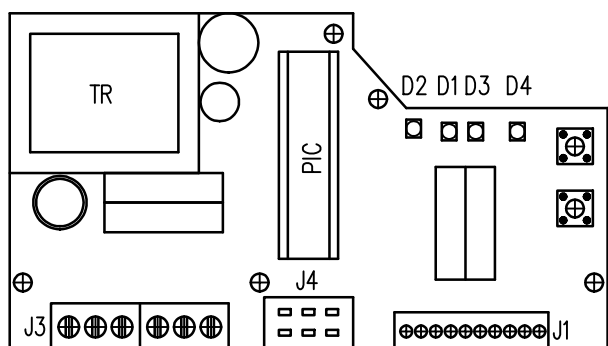

Рис.9
4.6 Настройка регулятора положения (рис.9)
Размещение устанавливаемых и сигнализирующих элементов на доске регулятора REGADA находится на рис.9: